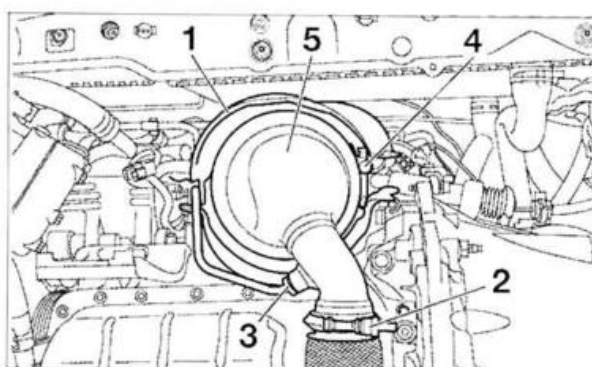

FIG. 37
- Desmontar (fig. 37):
- la pantalla térmica (1).
- la abrazadera de escape (2).
- el captador de presión (3).
- Aflojar la abrazadera de fijación (4)
- Desmontar el filtro de partículas (5).